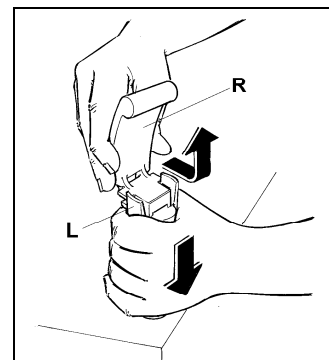

Fig. 17
- Démonter le robinet en exerçant une pression vers le bas sur le corps L et extraire le levier R de son emplacement (voir fig.17).